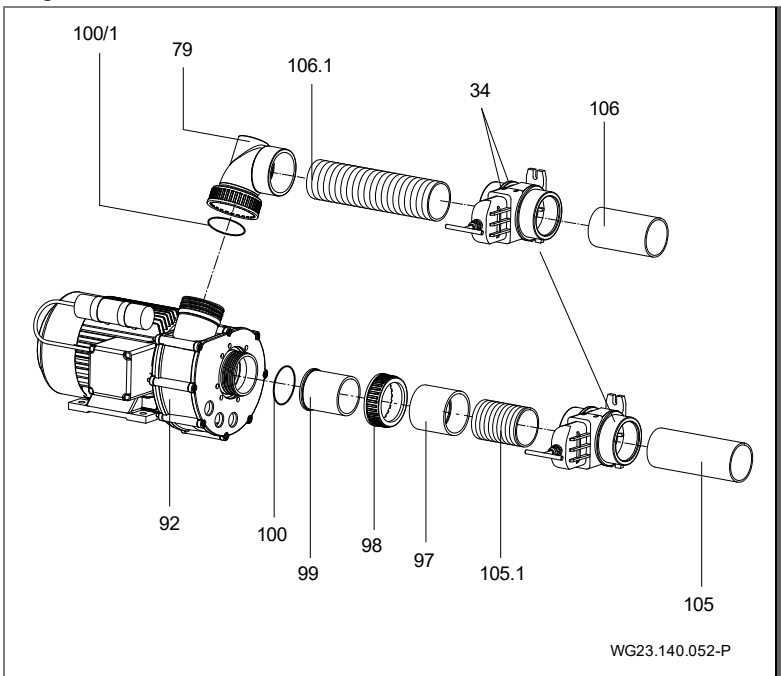

Fig. 21
12. Primavera: Asegurar el casquete para regulación de cantidades (21/1) y regulación del aire (111) con ayuda de un martillo de goma y un paño de protección. (Fig. 21)